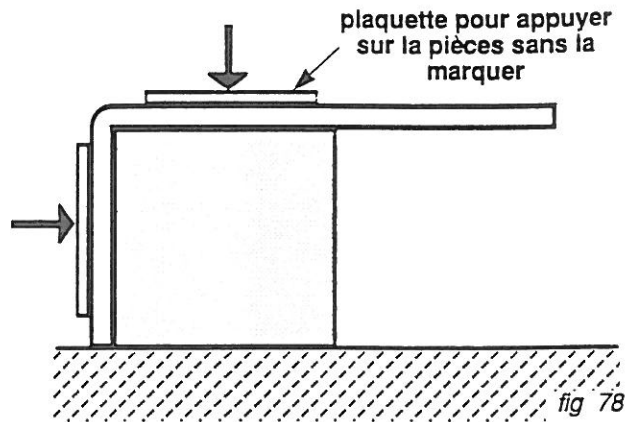

fig 78
- Les gabarits, la table sur laquelle on opère, les doigts peuvent "marquer" les pièces. Travailler sur une table bien lisse (stratifiée) ou sur une vitre. Utiliser éventuellement des plaquettes de plastique par exemple pour plaquer les pièces au gabarit (fig. 78). On peut recouvrir les gabarits de papier "craft" pour éviter qu'ils ne marquent les pièces.